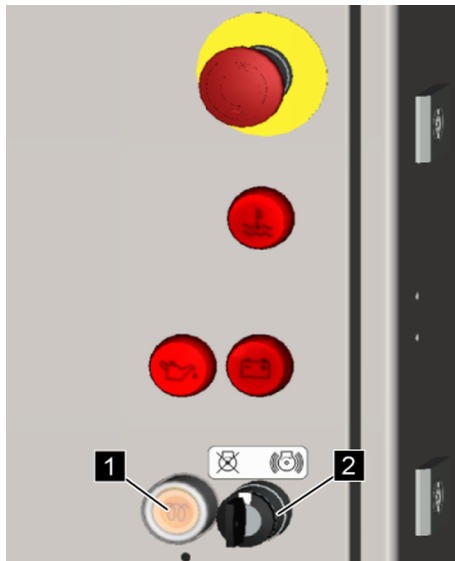

Fig. 47: Préchauffer et démarrer
2. ➤ Appuyer sur le bouton lumineux [Préchauffage] (Voir la Fig. 47/1) jusqu'à ce qu'il s'éteigne.
3. ➤ Démarrer le moteur diesel, en tournant et en maintenant l'interrupteur à clé (Voir la Fig. 47/2) sur , et le relâcher dès que le moteur diesel a démarré.